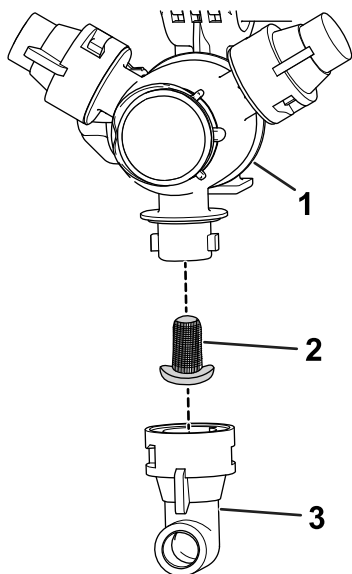

图 103
2. 从喷嘴转动架卸下喷嘴 图 103。
3. 拆下旧喷嘴过滤器 图 103。
4. 安装新喷嘴过滤器 图 103。
5. 将喷嘴安装到喷嘴转动架上 图 103。